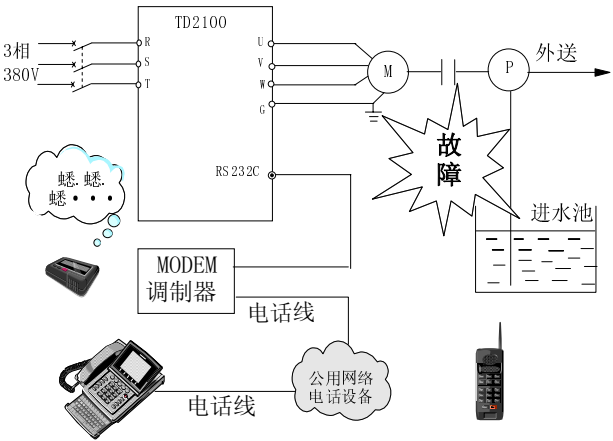

图6-25 故障自动拨号示意图
5、变频器与MODEM的连接方法见图3-9。MODEM与电话线的连接见图6-25。